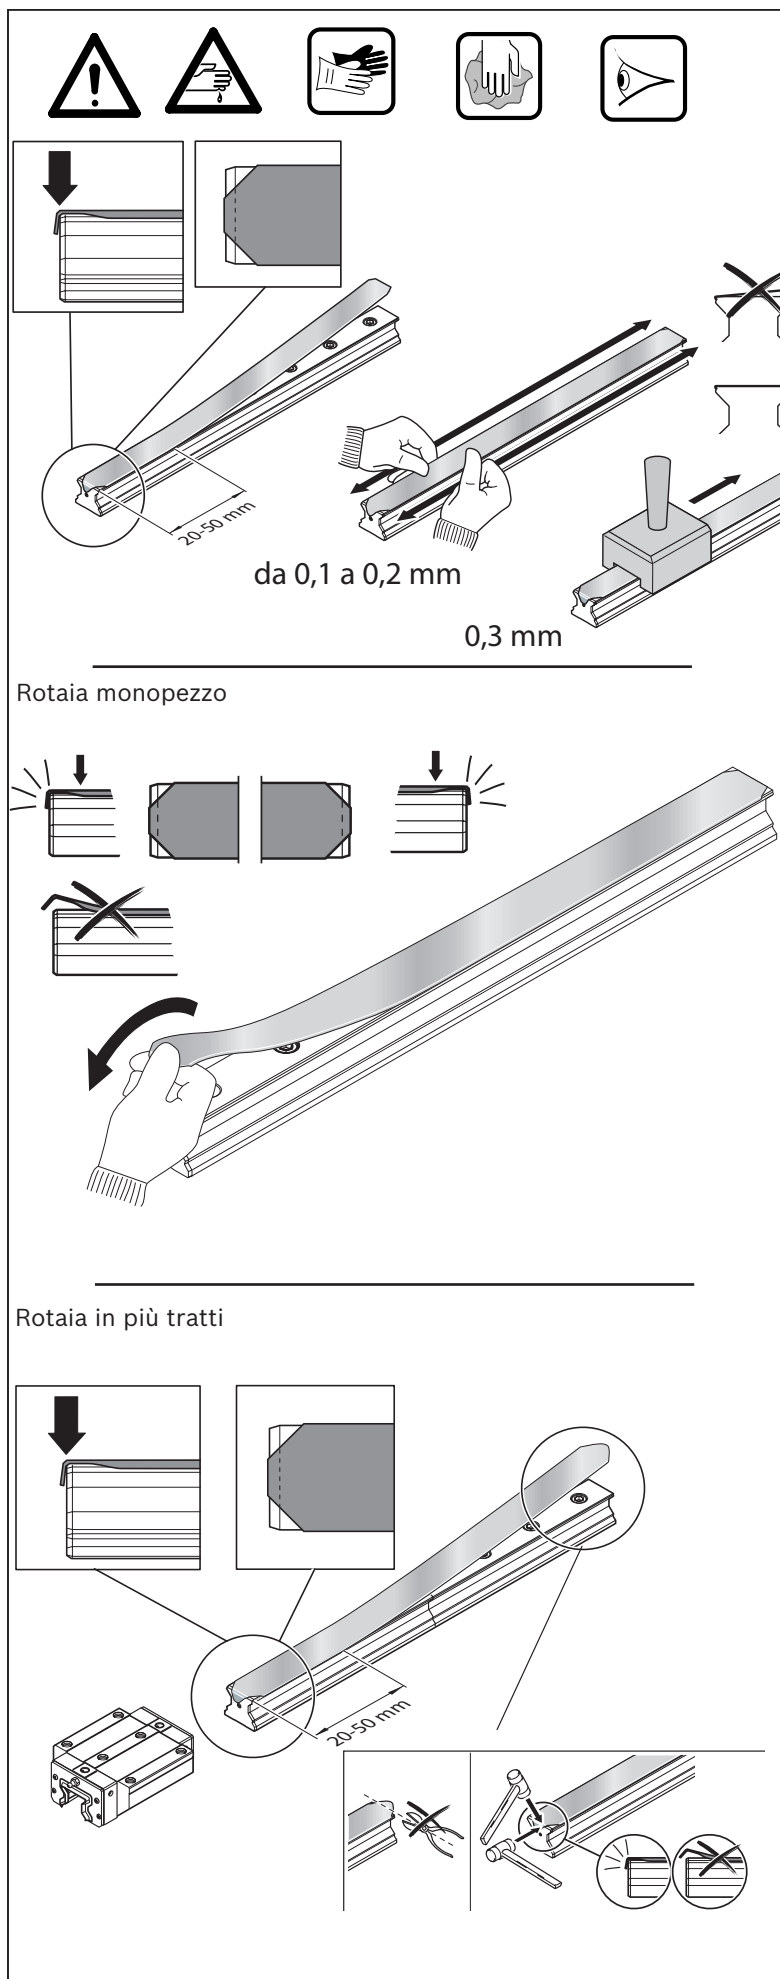

Fig. 35: Montaggio del nastro di copertura
- Se necessario, accorciare l'estremità del nastro piegato facendo in modo che il foro filettato sulla testata resti ► Fig. 35